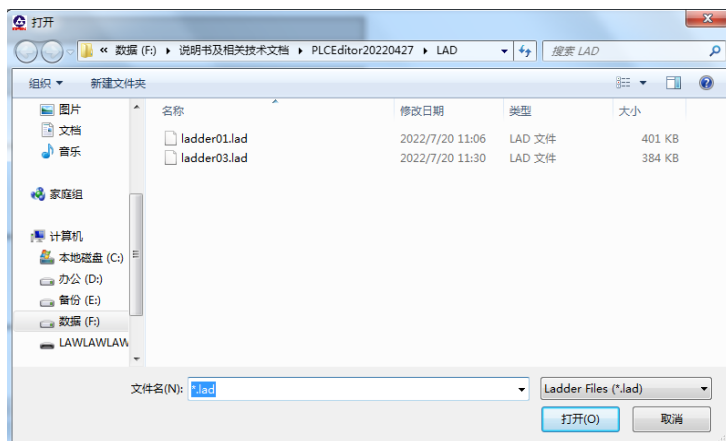

图 3-3-6-1
1、点击  弹出浏览框，选择所需对比梯图文件，如图 3-3-6-1，对比结果，如图 3-3-6-2。